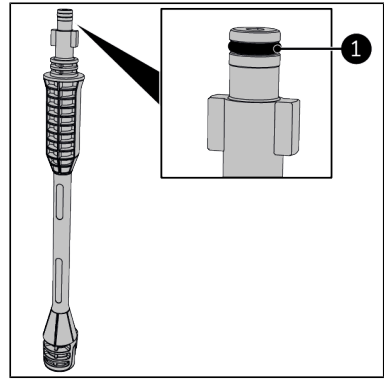

Abbildung 59.
6. Tragen Sie Vaseline auf den O-Ring der Verlängerungslanze (Abbildung 59, Pos. 1) auf.